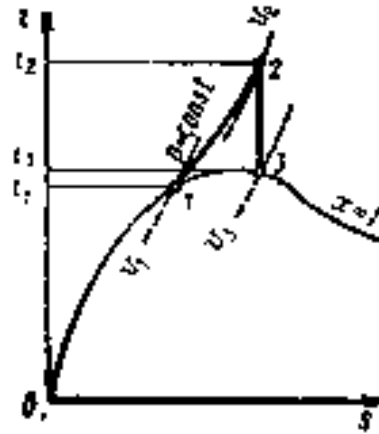

Рис. 5.4
*Решение:* Процесс состоит из двух частей: изобарный перегрев и изоэнтропное (адиабатное) расширение. Процесс наносим на  $h-s$  диаграмму водяного пара (рис. 5.4), по которой определяем параметры состояния в трех характерных точках процесса: